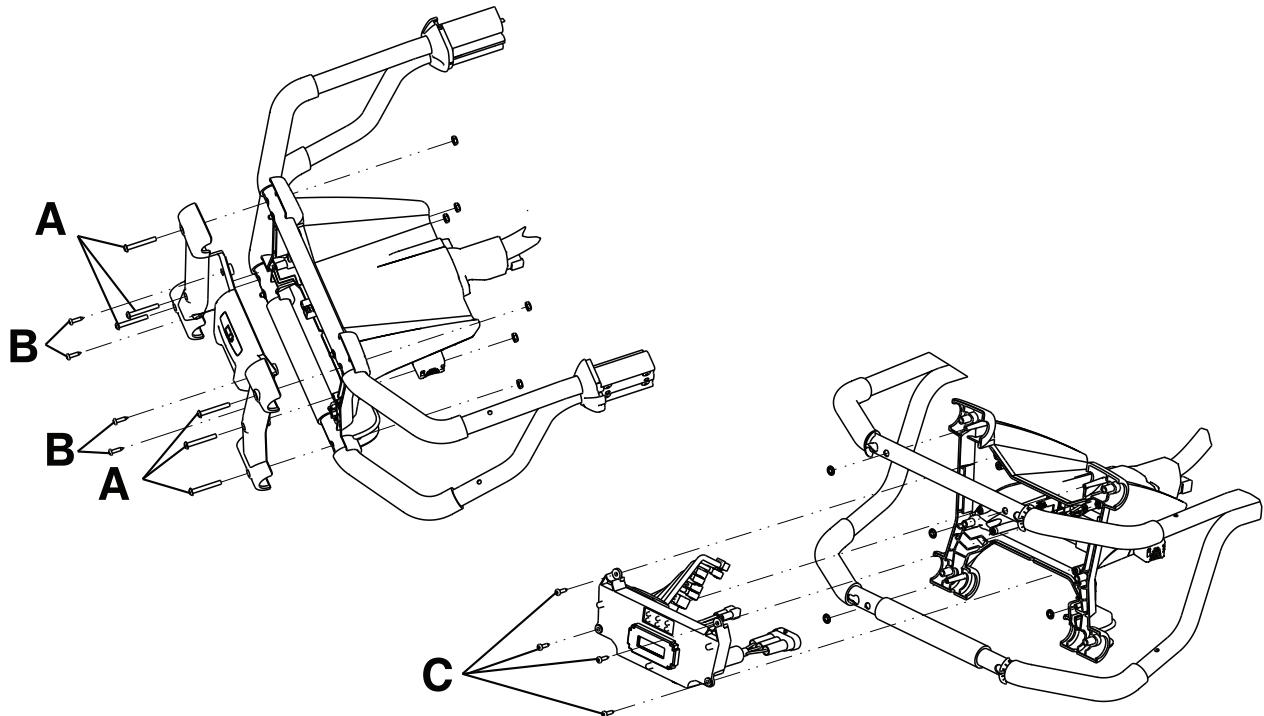

Figure 19 – Remplacement du bloc terminal
3. À l'aide d'une clé Torx T25, retirer les six vis d'assemblage à tête ronde externes (A) de la façade (Figure 19). Conserver les vis.
4. À l'aide d'une clé Torx T20, retirer les quatre vis delta internes (B) de la façade pour la retirer (Figure 19). Conserver les vis et la façade.
5. À l'aide d'une clé Torx T20, retirer les quatre vis delta (C) qui fixent l'ensemble électronique à l'enceinte du côté pieds et retirer l'ensemble électronique (Figure 19). Conserver toutes les pièces.